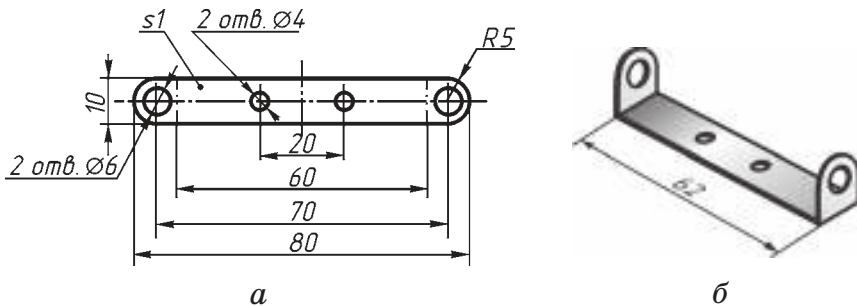

Рис. 62. Чертёж (а) и технический рисунок (б) скобы крепления оси
Скобы для крепления осей изготавливаются из тонколистового металла толщиной 1 мм (рис. 62). Они крепятся к раме при помощи винтов и гаек.
4. Изготовьте скобы для крепления осей из тонколистового металла (см. рис. 62).